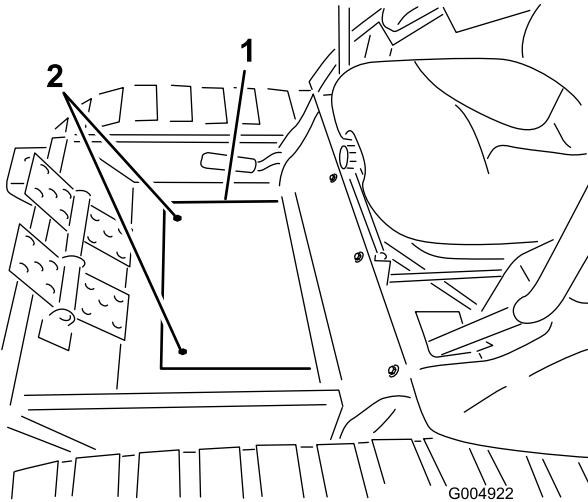

Рисунок 123
53. Прикрепите крышку панели пола зимней рамы к полу с помощью ранее снятых винтов (Рисунок 123)